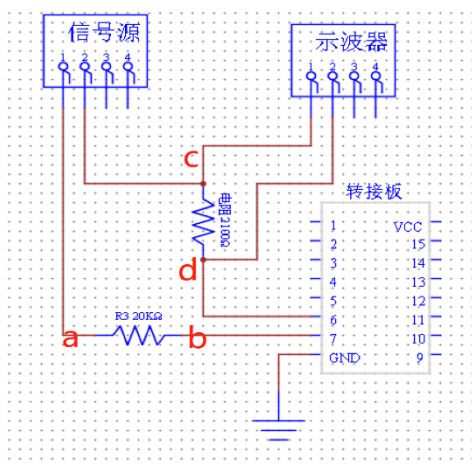

图 1-24 晶体管输出特性测量原理图
1.在 ELF-BOX3 实验台的画布区域接线自主搭建电路如图 1-24 所示,并将示波器的 CH1 和 CH2 连接到 a、b 点。对信号源 CH2 通道进行设置,信号类型选择为“Arb”,偏移设定为 2.5V,使信号源的第二通道输出了 2.5V 的直流电压,具体设置步骤参照图 1-18。保存电路图并记录后续步骤相关数据。